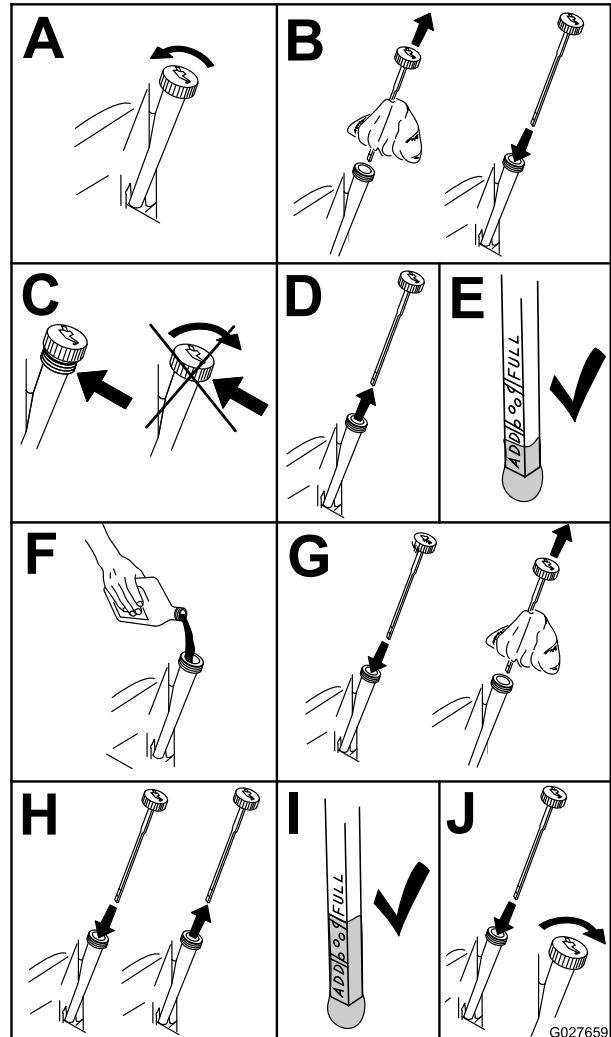

Bild 56
2. Stellen Sie vor dem Verlassen des Fahrersitzes den Motor ab, ziehen den Schlüssel ab und warten, bis alle beweglichen Teile zum Stillstand gekommen sind (Bild 56).